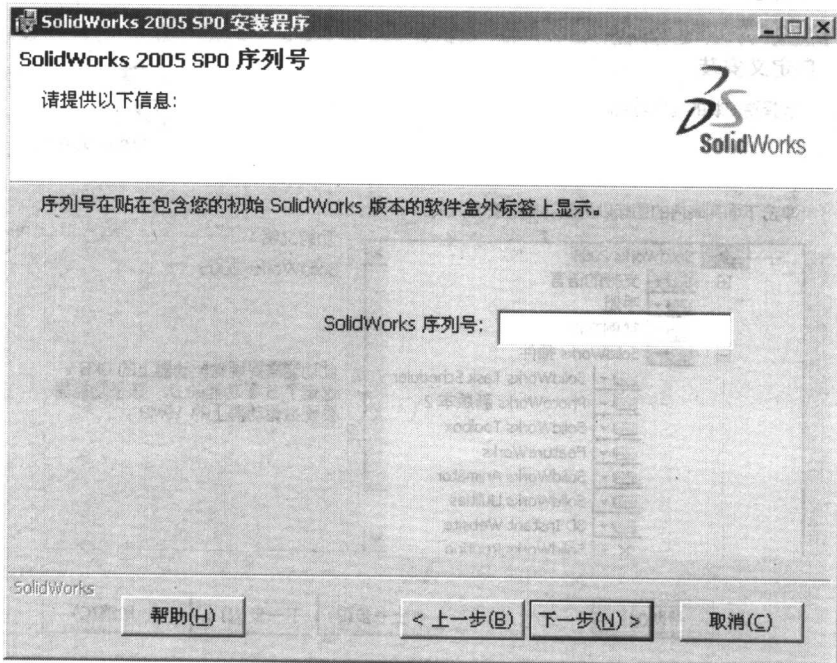

图 1-6 输入产品序列号
- (6) 单击“下一步”按钮，如图 1-6 所示，输入产品序列号。